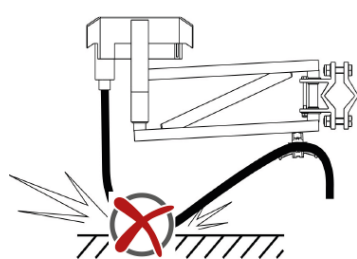
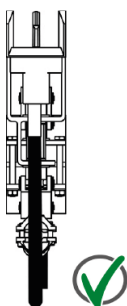

Abb. 110: Anschlussleitung darf nicht aufliegen
Abb. 116: Anschlussleitung ist nicht verdreht
- Anschlussleitungen richtkräftfrei und hochflexibel ausführen, um ein Auslenken, Ziehen oder Drücken auf die Schleifkontakte oder Bewegungseinschränkungen des Stromabnehmers zu vermeiden (siehe Abb. 110 bis Abb. 116).
- Auf die Auswahl der Anschlussleitung und auf eine richt- und zugkraftfreie Verlegung der Anschlussleitungen achten (siehe Abb. 110 bis Abb. 116).